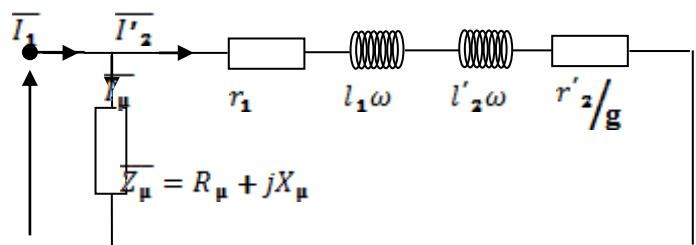

Fig.5 : Schéma simplifié
- Schéma simplifié :** On utilise souvent un schéma simplifié obtenu en reportant à l'entrée l'impédance magnétisante (Fig. 5).